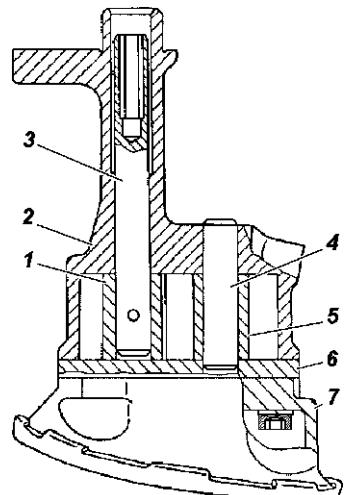

Рис. 4.56. Масляный насос:
#### **Ремонт масляного насоса (рис. 4.56)**
- установите в корпус масляного насоса валик 3 (см. рис. 4.56) с ведущей шестерней 1 и проверьте легкость его вращения;